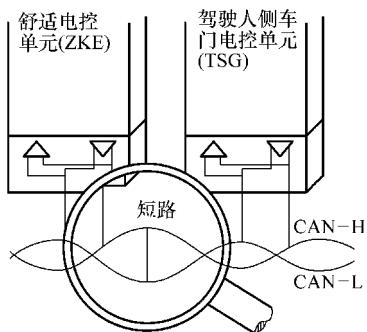
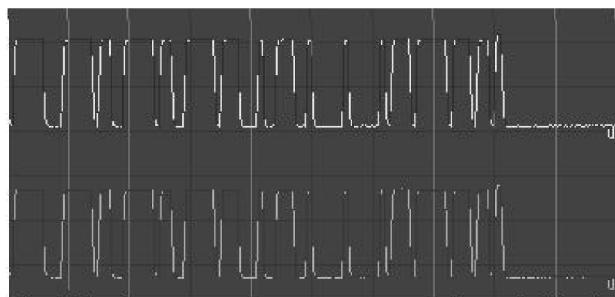

图 10-55 CAN-L 与 CAN-H 短路
图 10-56 CAN-L 与 CAN-H 短路波形
- 3) CAN - L 与 CAN - H 短路, 如图 10-55 所示。CAN - L 与 CAN - H 短接是指 CAN - L 与 CAN - H 上出现短接区域, 其故障波形如图 10-56 所示。